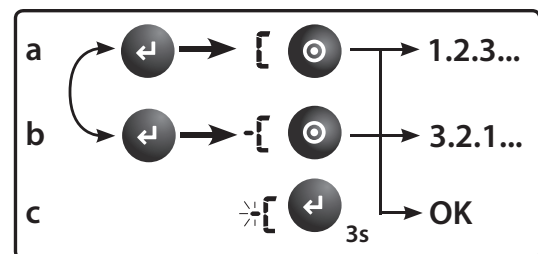

fig. 1
■ Front panel and value setup (fig. 1)
The frontal red LED (3, fig.1) flashes proportionally to the active imported energy consumption.
Wrong phase sequence indicator (4, fig 1), the hazard triangle is displayed in case of wrong phase sequence (L2-L1-L3, L1-L3-L2).
To enter the complete programming mode, press the key 2 for at least 3 sec. (fig 1). Entering the programming mode, all the measurements and control functions are inhibited. During this phase the flashing of the LED has not to be considered.
End : it allows exiting the programming mode by pressing the key 2 (see fig 1).
■ Pannello frontale ed impostazioni valori (fig. 1)
Il LED rosso frontale (3, fig.1) lampeggia proporzionalmente al consumo di energia attiva totale.
Indicatore di sequenza fase errata (4, fig 1), il triangolo di pericolo viene visualizzato in caso di sequenza fasi errata (L2-L1-L3, L1-L3-L2).
Per accedere alla programmazione completa dello strumento premere il tasto 2 per almeno 3sec. (fig 1). Quando si accede alla programmazione, si inibiscono tutte le funzioni di misura e controllo (il trimmer non deve essere posizionato in lock, fig. 2). In questa fase il lampeggio del LED frontale non deve essere considerato.
■ Vorderes Bedienfeld und Werteinstellungen (fig. 1)
Die vordere rote LED-Leuchte (3, v fig.1) blinkt, wenn die gemessene Wirkenergie und der Strom positiv (importiert) sind.
Anzeige von falscher Phasenfolge (4, fig 1), das Dreieck wird bei falscher Phasenfolge angezeigt (L2-L1-L3, L1-L3-L2).
Um in den Programmiermodus zu gelangen, muss die Taste 2 für mindestens 3 Sek. gedrückt werden (siehe Abb.1). Im Programmiermodus werden alle Mess- und Kontrollfunktionen inaktiv. Diese Phase hat keinen Bezug zu dem Blinken der LED.
12 End : ermöglicht das Verlassen des Programmiermodus durch Drücken der Taste 2 (siehe Abb. 1).
■ Panneau frontal et configurations valeurs (fig. 1)
La LED rouge frontale (3, fig.1) clignote proportionnellement à l'énergie active mesurée.
Indicateur de séquence phase erronée (4, fig 1), le triangle de danger est affiché en cas de séquence phases erronée (L2-L1-L3, L1-L3-L2).
Pour accéder à la programmation complète de l'instrument, appuyer pendant au moins 3 sec. sur la touche 2 (comme indiqué à la figure 1). Si l'on accède à la programmation, toutes les fonctions de mesure et contrôle sont inhibées. Pendant cette phase, le clignotement de la LED ne doit pas être pris en compte.
12 End : pour revenir au mode mesure, appuyer sur la touche 2 (voir fig.1).
■ Panel frontal y configuración de valores (fig. 1)
El LED rojo frontal (3, fig.1) parpadea proporcionalmente al consumo de energía activa total importada.